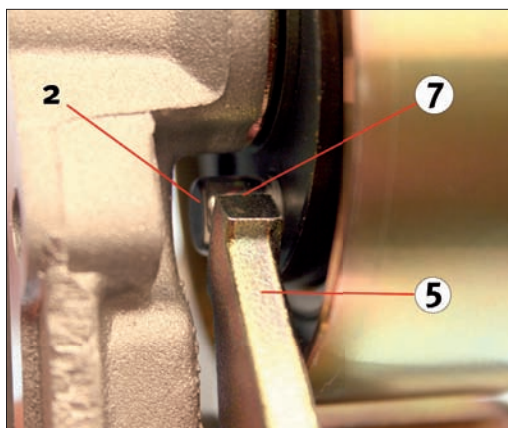
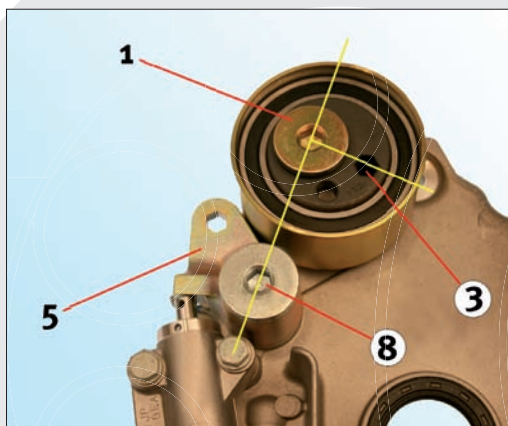

Рис. 3: правильная позиция при монтаже (вид сзади)
Рис. 4: правильная позиция при монтаже (вид спереди)
При монтаже гидравлического натяжителя ремня (6) и натяжного ролика необходимо обратить внимание на правильное положение упора (2) натяжного ролика (см. рис. 3 и рис. 4 на стр. 2).